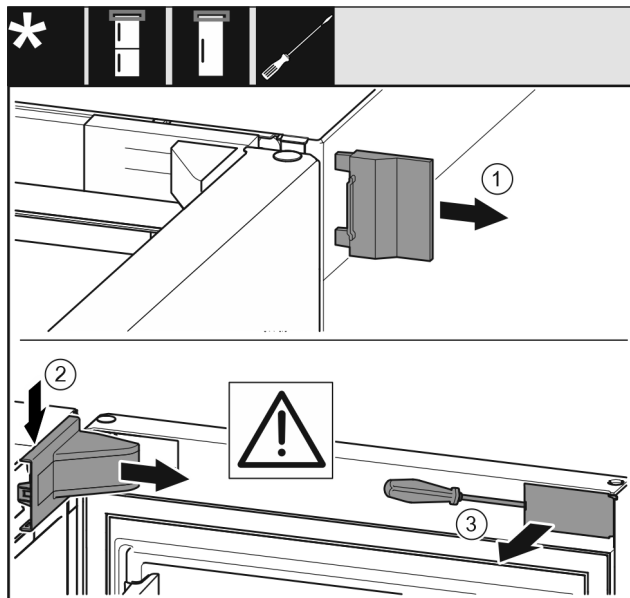

Fig. 12 *
- Ta bort det yttre skyddet Fig. 12 (1).*
- Lossa lagerbockskyddet Fig. 12 (2) och ta av det.*
- Lossa panelen Fig. 12 (3) med spårskruvmejsel och sväng den åt sidan.*